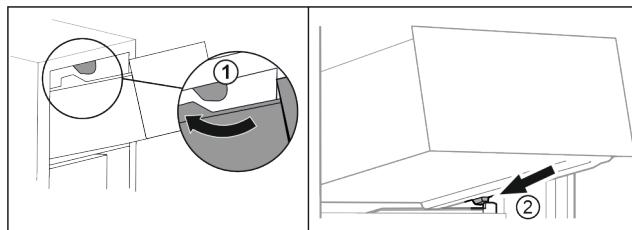

Fig. 14
- ▶ Veděte zásuvku podél horních zarážek. Fig. 14 (1)
- ▶ Nasadte zásuvku šikmo za dolní zarážky na žebrování na nádoby. Fig. 14 (2)